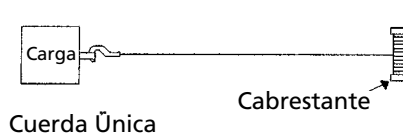

Figura 3
1. El cabrestante tiene 454 kg de capacidad con cuerda única (Vea la Figura 3). La carga máxima es con el cable metálico enrollándose alrededor del tambor del cabrestante desnudo. Cada capa sucesiva de cable que se añade reduce la capacidad máxima alrededor de 10%.